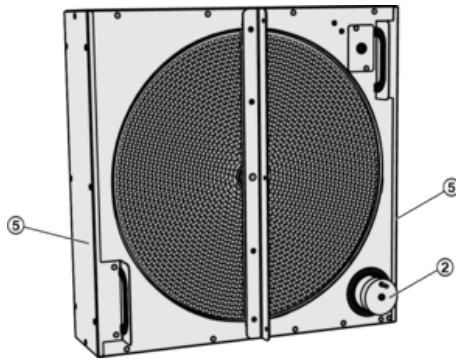

Abb. 45: RWT
6. ▶ RWT aus Gerät heraus ziehen und zur Wartung den RWT aufrecht hinstellen (Motor rechts unten, *Abb. 45/2*).
Beide seitlichen Deckel (*Abb. 45/5*) demontieren (jeweils 10 Schrauben).